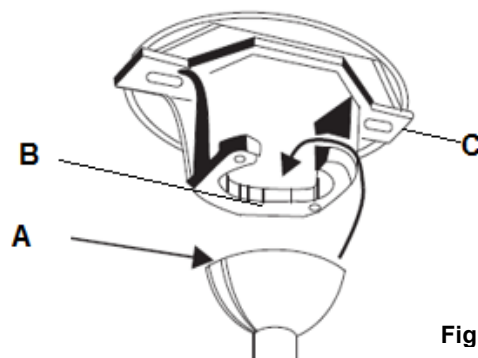

Fig. 7
모터 모듈의 연결봉 볼 조인트 부분을 마운팅 브라켓에 걸어줍니다. 이 때 볼 조인트의 슬롯 (A)와 마운팅 브라켓 고정부위 (B)가 정확하게 결합되어야 합니다. (Fig. 7)